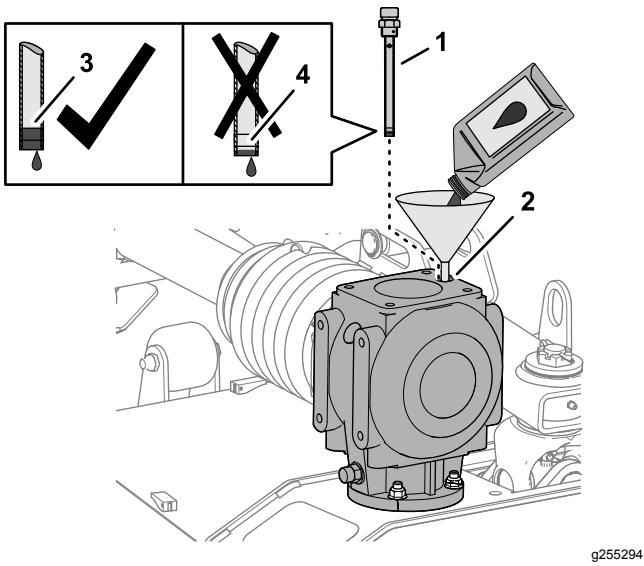

Рисунок 63
1. Долейте 1064 мл трансмиссионного масла указанного типа в редуктор через отверстие для масломерного щупа (Рисунок 63).
2. Заверните масломерный щуп в отверстие, выверните щуп и проверьте уровень масла по щупу (Рисунок 63).
4. Заверните масломерный щуп в заливное отверстие и затяните его Рисунок 63).